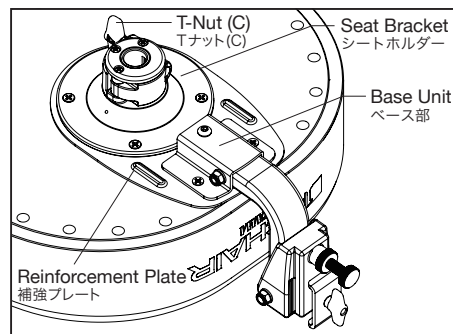

Fig.9 (図9)
- Secure the base unit over the reinforcement plate as shown in Fig.9. Please use the six longer screws (included with Backrest Unit) for this.
- バックレストユニットに付属の補強プレートを図9のようにシートホルダーとシートの間に挟むようにして再びシートホルダーを固定します。
- ベース部を補強プレートの上から図9のように固定します。この時、手順1で取り外したビスではなく、バックレストユニットに付属している6本の長いビスを使って固定してください。